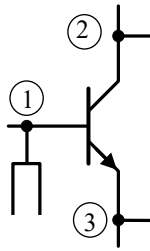

Рис. 3.9. К задаче 3.4р
3.4р. В схеме были измерены потенциалы на выводах транзистора: $U_1 = 7,5 \text{ В}$, $U_2 = 4,3 \text{ В}$, $U_3 = 3,6 \text{ В}$ (рис. 3.9). Определить состояние транзистора и режим его работы.